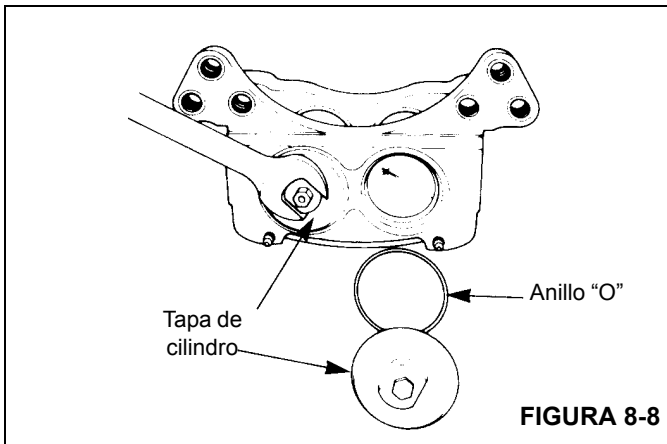

FIGURA 8-8
7. Retire las tapas del cilindro de la caja usando una llave de tuercas de boca. Retire y bote los anillos "O" (Figura 8-8).